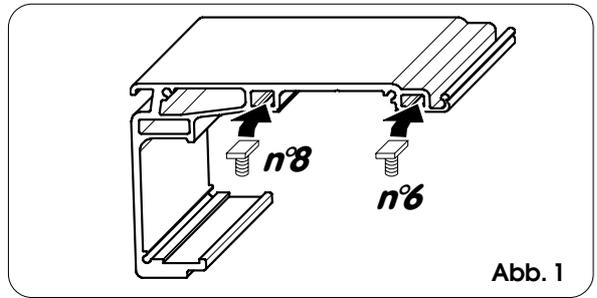

Abb. 1
**Vor der Befestigung des Querträgers sind die Zugschrauben M6, wie in Abb. 1 gezeigt, anzubringen.**